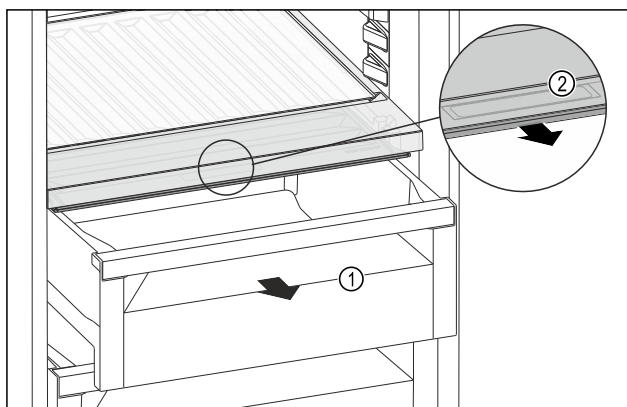

Fig. 160
- ▶ Zásuvku Fig. 160 (1) vytáhněte.
- ▶ Uchopte prohlubeň pro rukojeť Fig. 160 (2) na víku zásuvky a současně zatáhněte za víko zásuvky směrem dopředu.